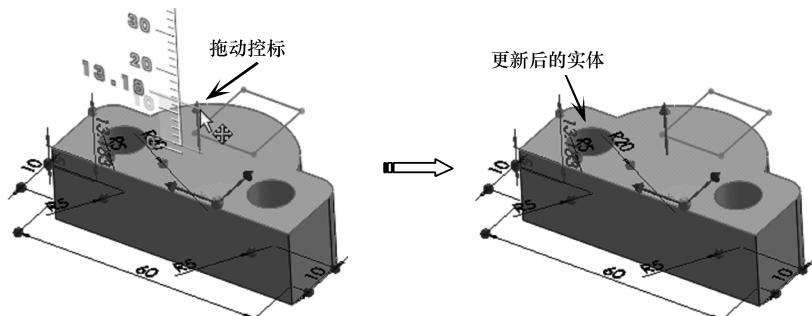

图 1-49 拖动控标修改实体
- 03 拖动 Z 方向上的控标，至一定位置后释放鼠标，实体将随之而更新，如图 1-49 所示。在图形区空白位置单击，完成修改操作。